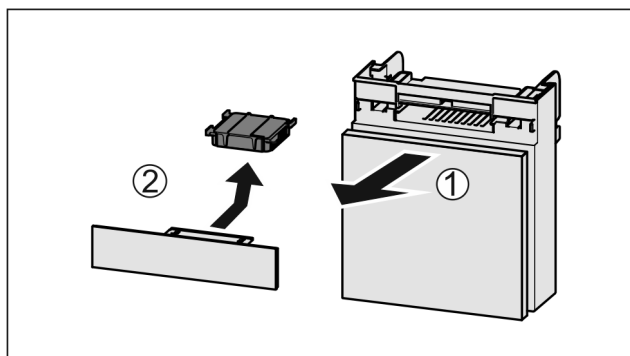

Fig. 126
- ▶ Потягніть Fig. 126 (1) відділення вперед.
- ▶ Витягнути Fig. 126 (2) фільтр з активованого вугілля.